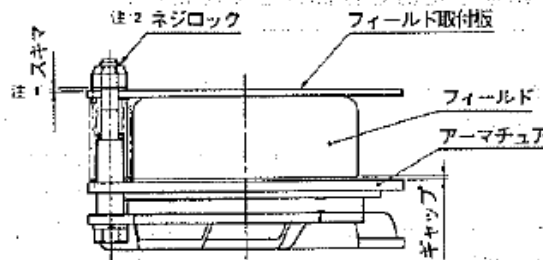

図 2
- 注) ①フィールドの取り付け板面と調整ナット面にはスキマ(図2)のないようにしてください。(4ヶ所均等に締め込みませんと動作不良等の原因となりますのでご注意ください。)
- ②ギャップ調整後、ナット上部にはペイントまたはネジロック等を必ず塗布してください。